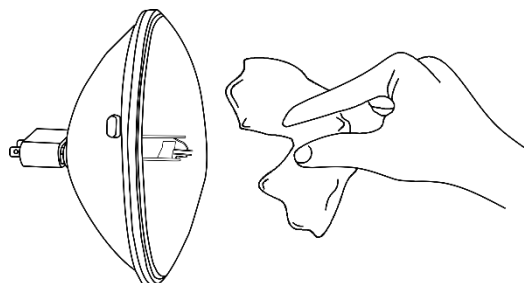

Fig. 04
- 04) Saque la bombilla de la caja y sujétela **por la base**. Lea las instrucciones de la bombilla. **No toque el cristal de la bombilla de la lámpara.** Los residuos de grasa en las manos reducen la vida útil de la bombilla. Si toca el cristal de la bombilla, límpielo con un paño limpio sin pelusas y frótelos con alcohol (Fig. 04).